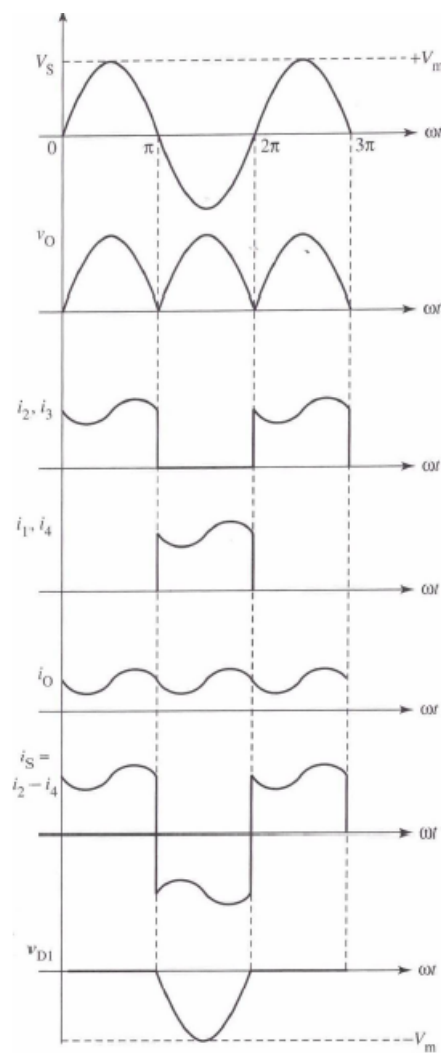

Figura 10 : Formas de Ondas
6. Utilizar o osciloscópio para visualizar todas as grandezas de interesse (mostradas na Figura 10), identificando seus valores de pico, médios e eficazes.
7. Obter as principais formas-de-onda (vide Figura 10). Anotar em quadro os valores medidos.